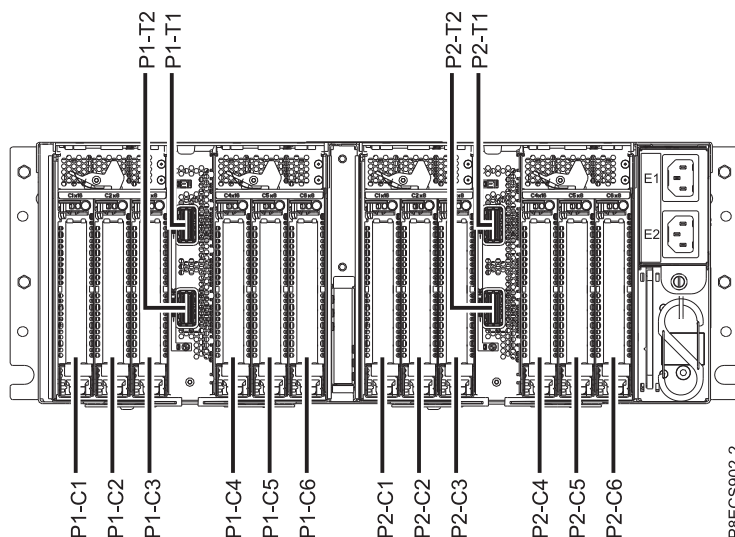

Abbildung 30. Positionen der PCIe-Adaptersteckplätze im Einschub für PCIe3-Erweiterungen
2. Bestimmen Sie den Steckplatz, in dem Sie einen PCIe-Adapter installieren möchten. Siehe Platzierungsregeln für PCIe-Adapter und Steckplatzprioritäten - Einschub für PCIe-Gen3-E/A-Erweiterungen. Die PCIe-Adaptersteckplätze befinden sich an der E/A-Modulposition, die an der Rückseite des Einschubs für PCIe3-Erweiterungen installiert ist. Abb. 30 zeigt die Positionscodes der PCI-Adapter.